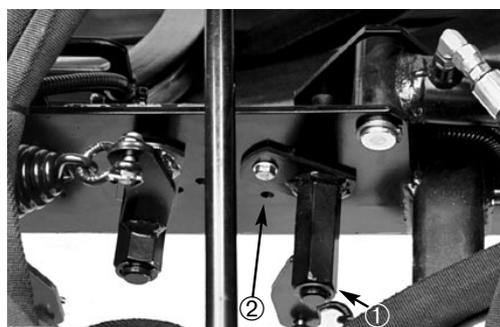

Bild 20
1. Lockern und entfernen Sie die Sechskantschrauben, mit denen die Kardanwelle am Motor befestigt wird. Lockern Sie die Sechskantschrauben, mit denen die Kardanwelle am Getriebe befestigt wird (Bild 20). Dann entfernen Sie die Welle.